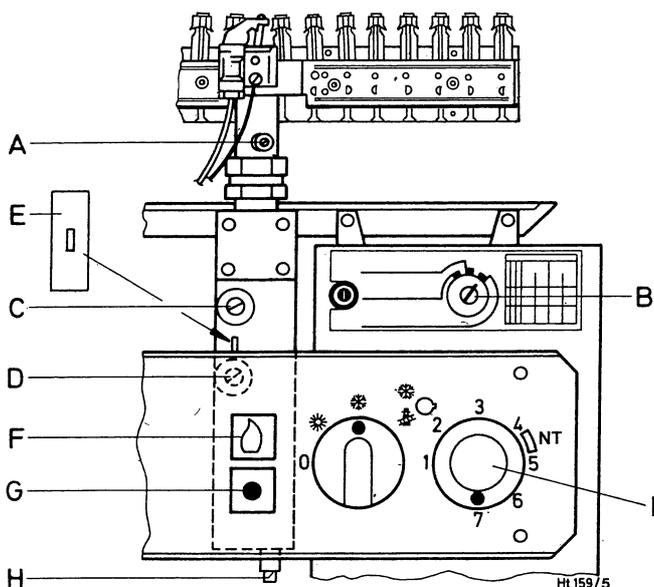

Fig. 12
- 1 Togliere la protezione metallica "E", fig. 12, posta sulle due viti di regolazione.
- 2 Collegare il manometro allentando la vite "A", fig. 12, al raccordo.
1. Togliere la protezione metallica "E", fig. 12, posta sulle due viti di regolazione.
9. Togliere la vite "H", fig. 12, e collegare il manometro.